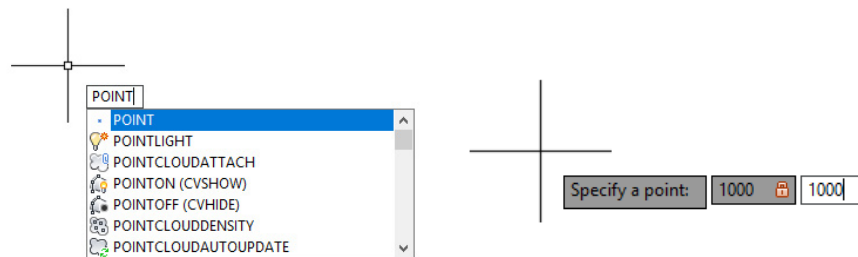

Figura 94 - Inserindo vértice inicial pelo comando *point*
8.4.2 - Primeiramente, o ponto inicial deve ser colocado por meio do comando *point* e suas coordenadas são digitadas: primeiro o x (East), insere-se a vírgula para separar da coordenada y (Norte) (Figura 94).